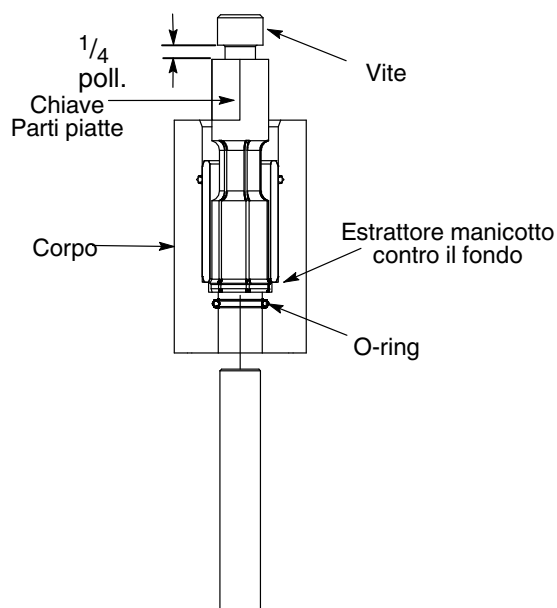

Figura 13 Immagine di inserimento dell'utensile estrattore del manicotto
3. Vedi figura 13. Prima di inserire l'utensile estrattore del manicotto nel corpo, l'utensile deve essere nella sua posizione rilassata. La vite deve essere girata fuori di minimo $\frac{1}{4}$ di pollice dall'utensile e la punta deve essere spinta dentro l'utensile finché arriva in fondo sulla vite.